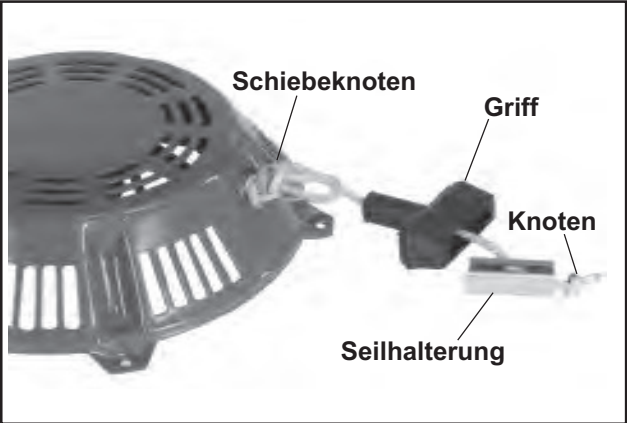

Abbildung 7-2. Entfernung des Anlassergriffs.
2. Das Seil um etwa 12 Zoll herausziehen und vorübergehend einen Schiebeknoten anbringen, damit das Seil nicht zurück in den Anlasser gezogen wird. Siehe Abbildung 7-2.